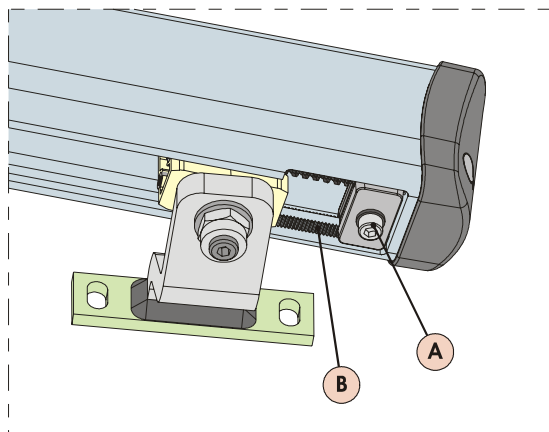

Abb. 19
- 3) Die Befestigungsschraube, Abb.19 – Bez.A. lockern. Es ist nicht erforderlich, die Schraube vollständig abzunehmen.
ACHTUNG: Der mechanische Anschlag arbeitet gekoppelt mit einem Zahnsegment, Abb. 19 Bez. B. Bei Behinderungen während der Bewegung sicherstellen, dass die Kupplung frei ist. KEINE GEWALT ANWENDEN.